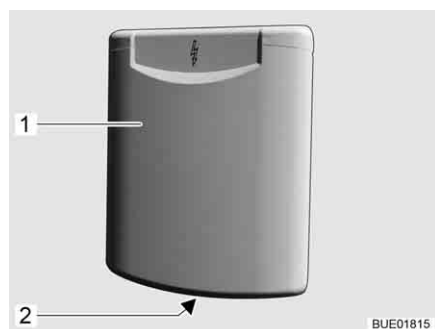

Fig. 76 Trampilla para la conexión de 230 V
- Meter la mano en el asidero cóncavo (Fig. 76,2) de la trampilla exterior (Fig. 76,1) y girar la trampilla exterior hacia arriba.